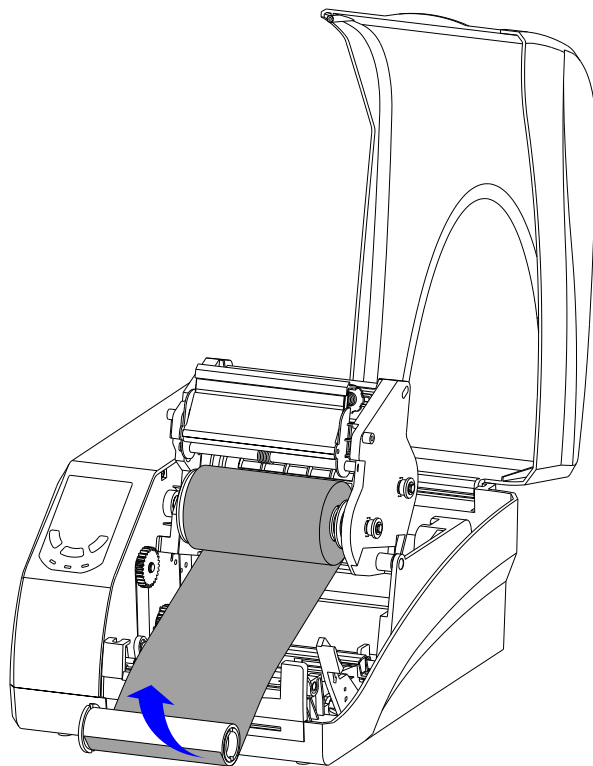

图 2-8
5. 将碳带带头拉出，并按照图 2-8 中箭头所示方向缠绕在装好碳带适配管的空卷芯上（附着油墨的一面始终朝下），此步骤重复多次，直至碳带固定在空卷芯上。